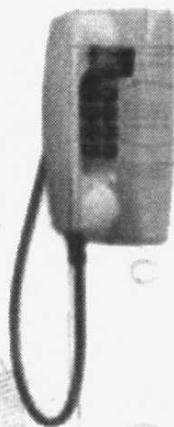

图 1.3 壁挂式电话机
(3) 壁挂式与装饰式有线电话机。壁挂式与装饰式(又称工艺式)有线电话机的功能键和功能开关可设计在手柄上,与面包式电话机相同,也可设计在主机上。特点是:不但具有一般程控电话机的使用功能,而且造型美观,具有装饰作用,壁挂式电话机如图 1.3 所示。